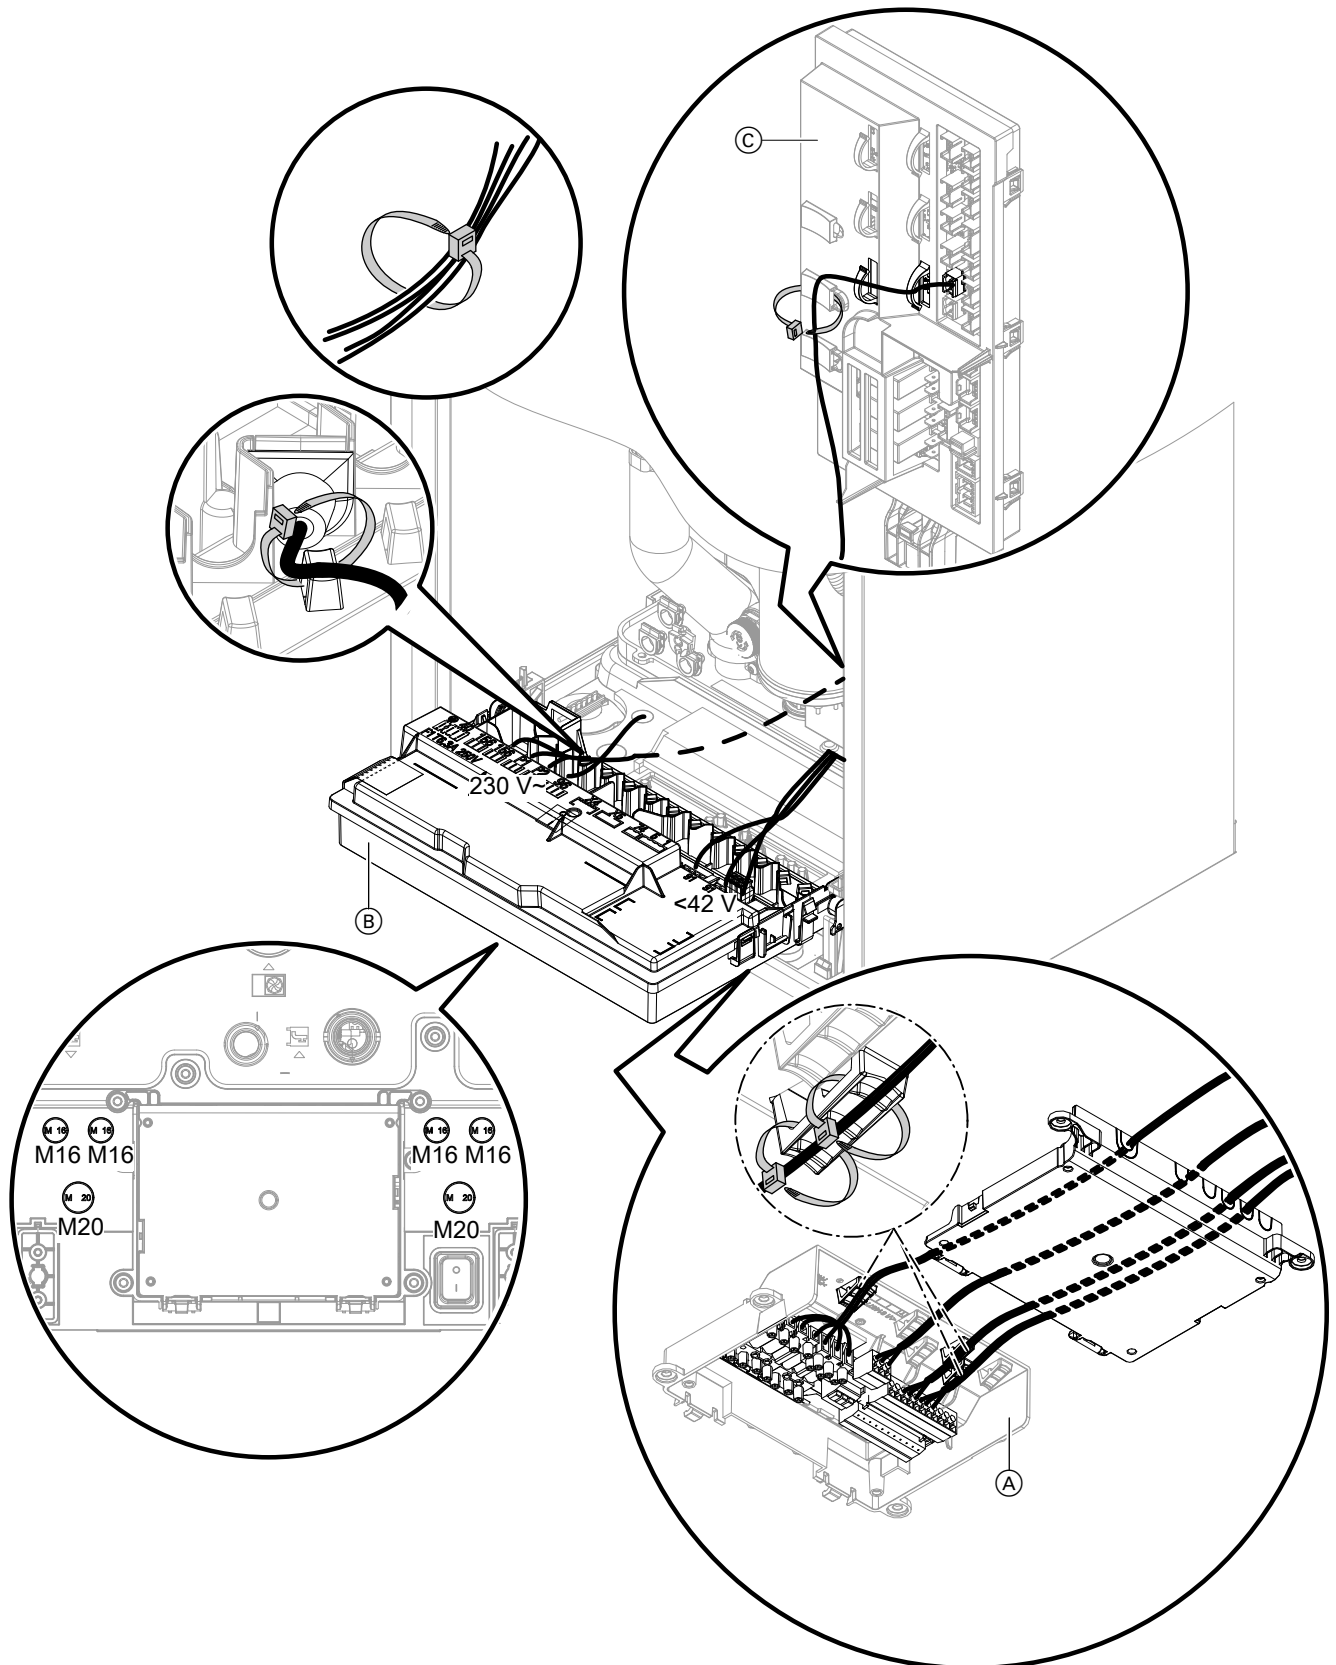

Abb. 49
- Alle Leitungen im Anschlusskasten 230 V~ mit 2 Kabelbindern zugentlasten: Siehe Abb. 49.